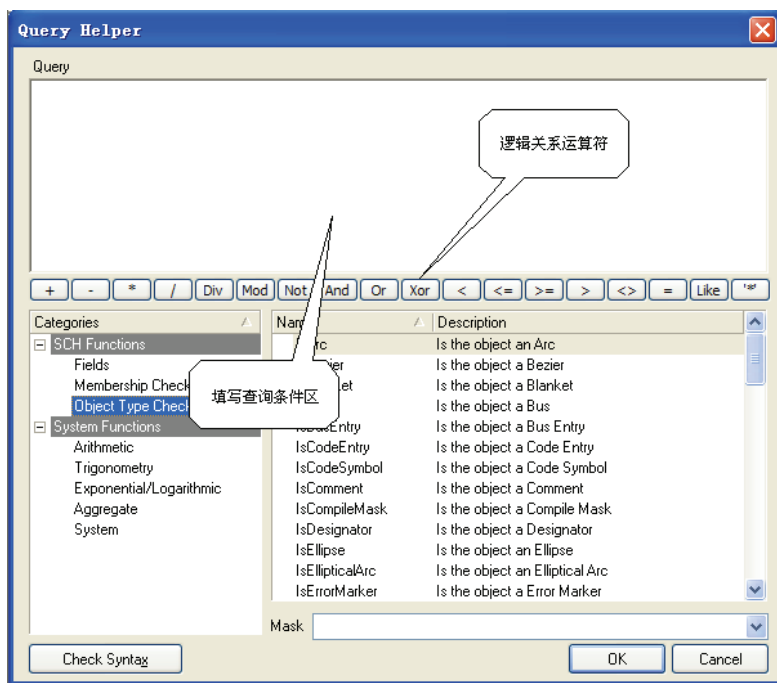

图 5-25 查询助手对话框
(1) 用户可在 Find items matching these criteria 栏中输入查询条件, 以便更准确地显示要查看的信息。输入的查询条件, 必须符合系统的语法规则。如果不会输入, 可以请助手帮助。单击助手  按钮, 打开查询助手对话框, 如图 5-25 所示。
(2) 在图 5-25 中输入查询条件语句的语法要求比较严格，初学者可利用类别分组框中列出的类别和与之对应的名称来输入。